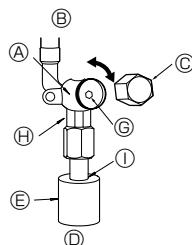
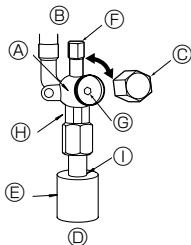

Fig. 4-5
Fig. 4-6
#### (1) Gasside på P100-P140 (Fig. 4-5)
- ① Fjern dækslet, og drej ventilspindlen mod uret så langt som muligt vha. en 5 mm sekskantet skruenøgle. Stop med at dreje, når den når stopperen (Ø15,88: ca. 13 omgang)
- ② Kontroller, at stopventilen er helt åben og drej hætten tilbage til den oprindelige position.
#### (2) Væskeside på P100-P140 (Fig. 4-6)
- ① Fjern dækslet, og drej ventilspindlen mod uret så langt som muligt vha. en 4 mm sekskantet skruenøgle. Stop med at dreje, når den når stopperen (Ø9,52: ca. 10 omgang).